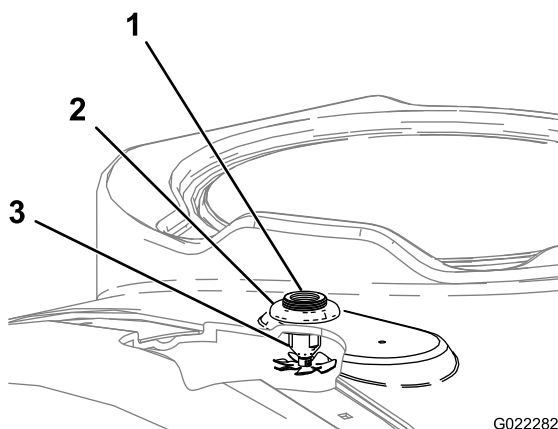

Figure 6
2. Insérez les buses de rinçage vers le haut à travers les trous percés (Figure 6).
3. Vissez l'écrou à embase en plastique sur les filets exposés du raccord de traversée au sommet de la cuve (Figure 6). Veillez à placer le joint correctement entre le raccord de traversée et la surface inférieure de la cuve.